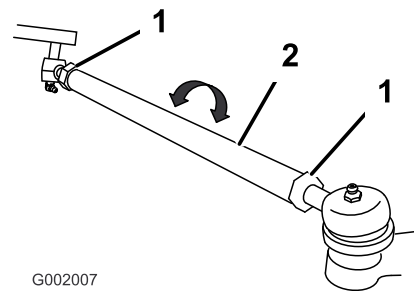

図 51
5. 前後の測定値の差が所定範囲にない場合、タイロッド両端のジャムナットを外して調整を行う **図 51**。